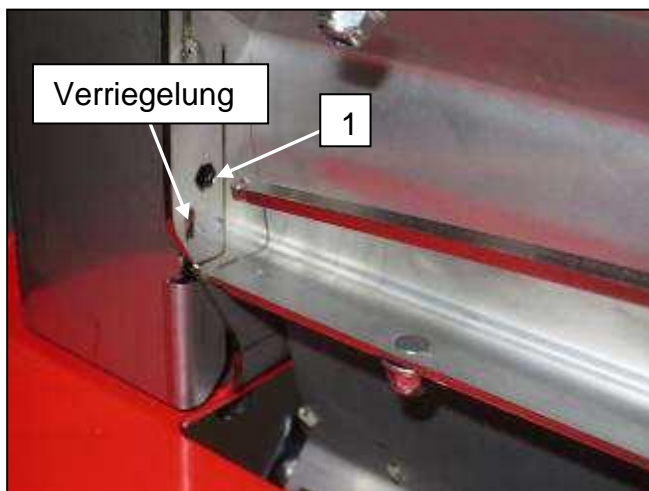
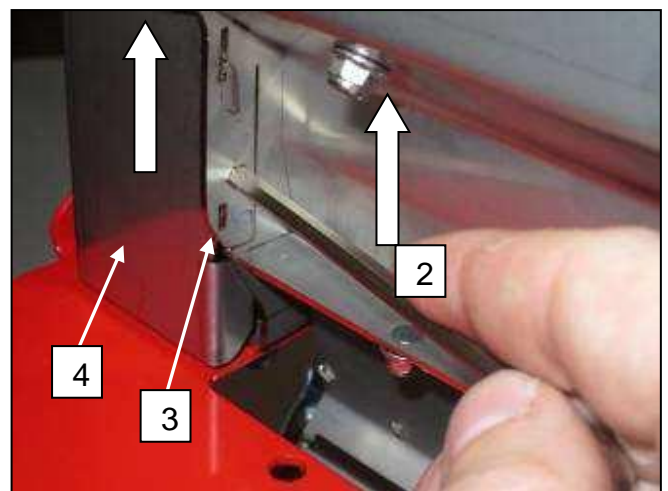
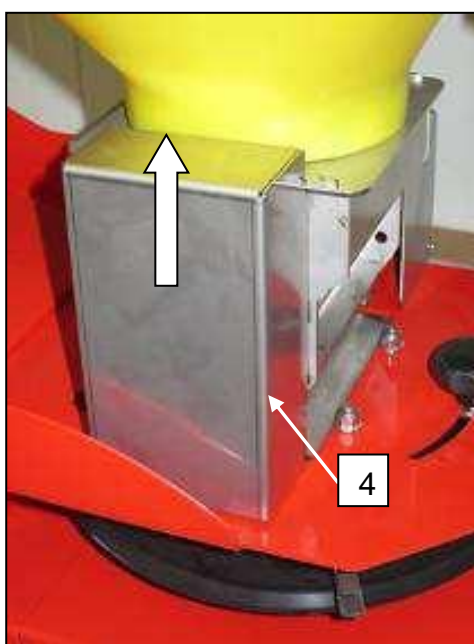

Abb.: 58
Abb.: 59
Abb.: 60
- Stecken Sie einen 4 mm Inbusschlüssel durch die vorgesehene Öffnung 1 (Abb.: 58) und drücken ihn nach oben 2 (Abb.: 59). Dadurch zieht sich die Verriegelung 3 (Abb.: 59) nach innen und die Abdeckhaube 4 (Abb.: 60) kann nach oben hin weggezogen werden.